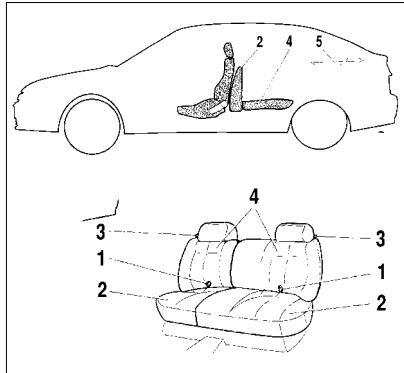

Рис. 12. Заднее сиденье
- потяните за петли 1 (рис. 12) и поставьте подушки 2 в вертикальное положение. При необходимости сдвиньте передние сиденья немногоВперед;